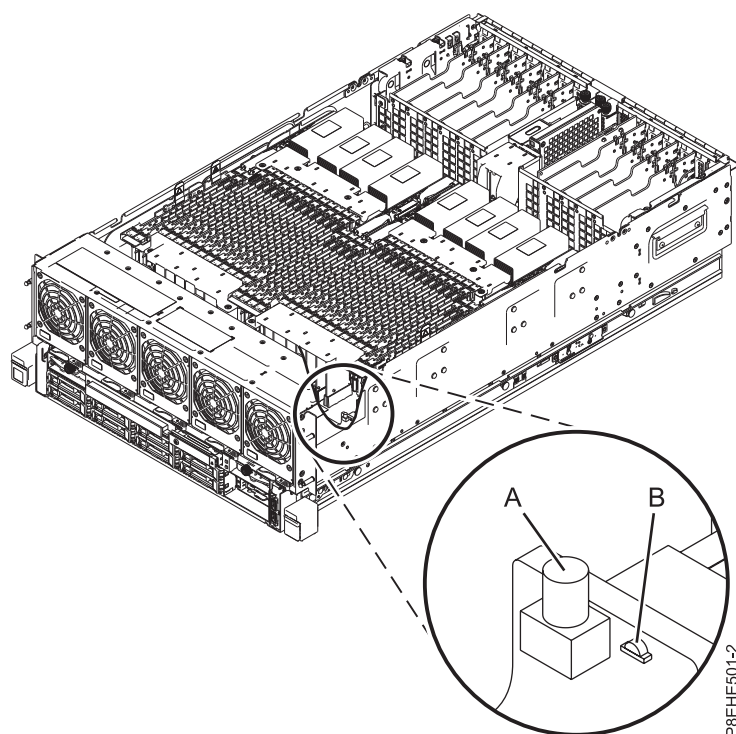

Figura 2. Ativando o LED de identificação
2. Pressione o botão de comando **(A)** conforme mostrado em Figura 2 na página 5 para ativar o LED de identificação. Verifique se o LED verde **(B)** está aceso, o que indica que há energia suficiente para o LED de identificação. Se o LED **(B)** não estiver aceso, use o código do local para a localização física usando a etiqueta de serviços.